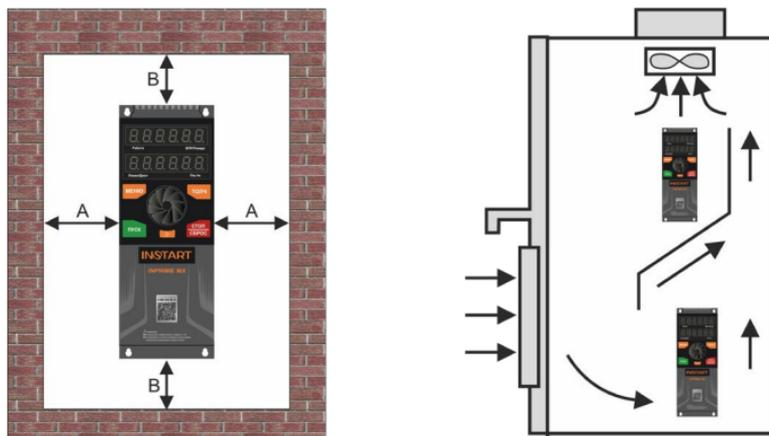

Рисунок 3.1 – Схема установки ПЧ серии INPRIME MX
- Преобразователь частоты может быть установлен только в вертикальном положении. Если в одном шкафу необходимо установить несколько ПЧ, то установку рекомендовано производить горизонтально в ряд. В случаях, если необходимо установить ПЧ друг над другом, требуется установить изолирующий разветвитель под углом 45 градусов, который будет полностью перекрывать зону выброса нагретого воздуха с нижестоящего ПЧ (рисунок 3.1).